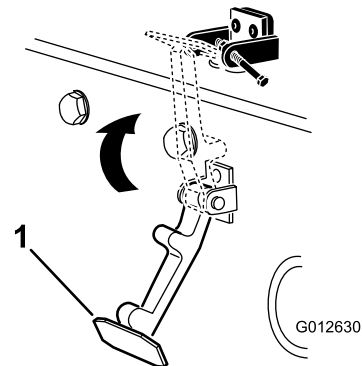

Bild 9
7. Haken Sie den Riegel in die Halterung des Motorhaubenriegels ein (Bild 9).